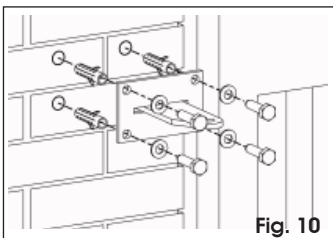

Fig. 10
- Fixer le tout au pilier en utilisant des systèmes de fixation adéquats (Fig. 10).